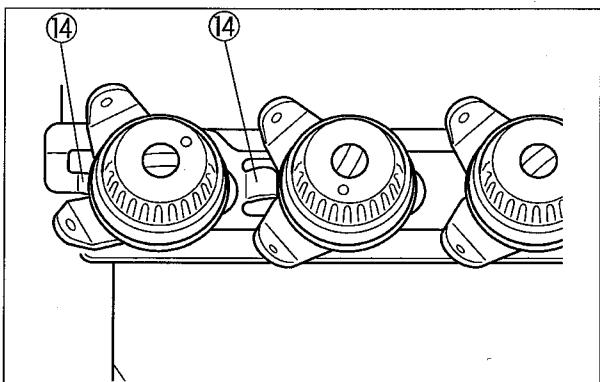
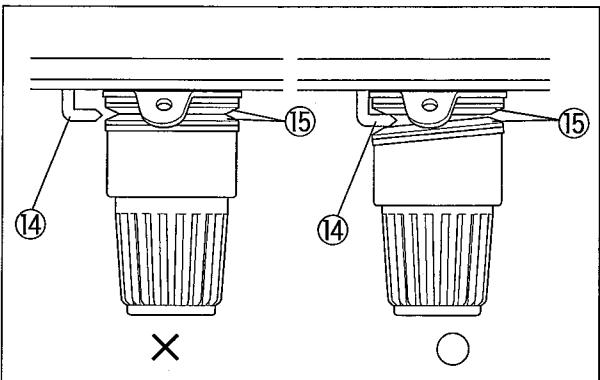

図4
図5
6. 押工揚ゲレバー⑦を押し下げて、糸緩メ板のフック⑭が糸調子皿⑮の間に入って針糸に張力が無くなっていることを確認する。(図4, 図5)